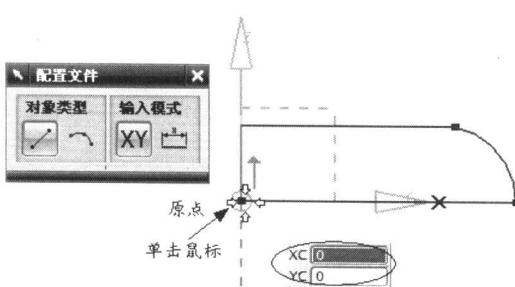

图 1-9
(6) 最后在坐标原点上单击鼠标左键, 完成最后一条直线, 如图 1-9 所示。按 Esc 键取消轮廓曲线功能。